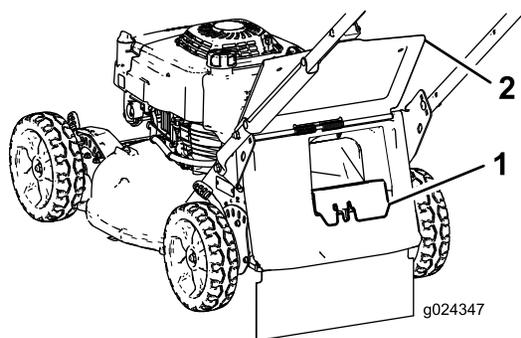

Figura 17
- Se o bujão de descarga traseira não estiver instalado, agarre-o pela pega, eleve a porta traseira e insira-o na calha de descarga traseira até que encaixe no sítio (Figura 17).
1. Porta traseira 3. Entalhe (2)
2. Extremidade da barra do saco (2) 4. Saco de relva
3. Retire o bujão de descarga traseira empurrando o trinco para baixo com o polegar e retirando o bujão da máquina (Figura 17).